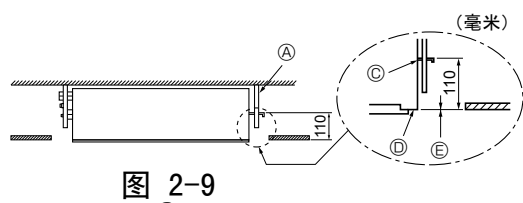

图 2-9
5. 拧紧所有螺母。(图 2-9)
① 挂环螺栓 (3/8" 或 M10)
② 透明的塑料管子
③ 支架底面
④ 在这里固定前侧面板。
⑤ 确保这些表面彼此平整 (0-3 毫米)。